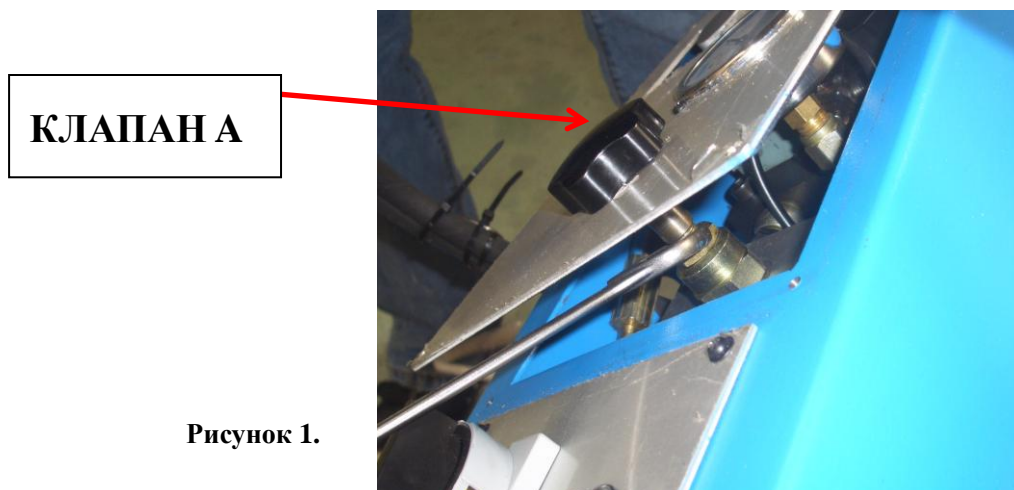

Рисунок 1.
1. Откройте панель управления гидравлической системой, ослабьте стопорную гайку в Клапане А. См. Рисунок 1.